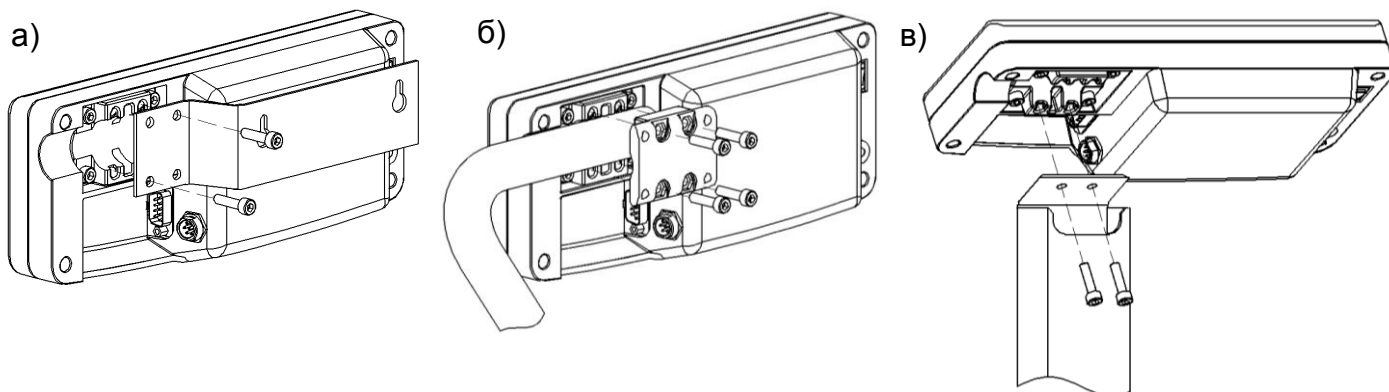

Рис. 5.4 - Варианты крепления устройства индикации:
Варианты крепления устройства индикации приведены на Рис. 5.4.
- Подсоединить двумя винтами М5×20 кронштейн к устройству индикации (Рис. 5.4а).
- Закрепить устройство индикации на стойке кронштейном, затянув четыре винта М5×30 с небольшим усилием (Рис. 5.4б).
- Закрепить двумя винтами M5×20 устройство индикации на стойке (Рис. 5.4). Излишек кабеля заправить в стойку.